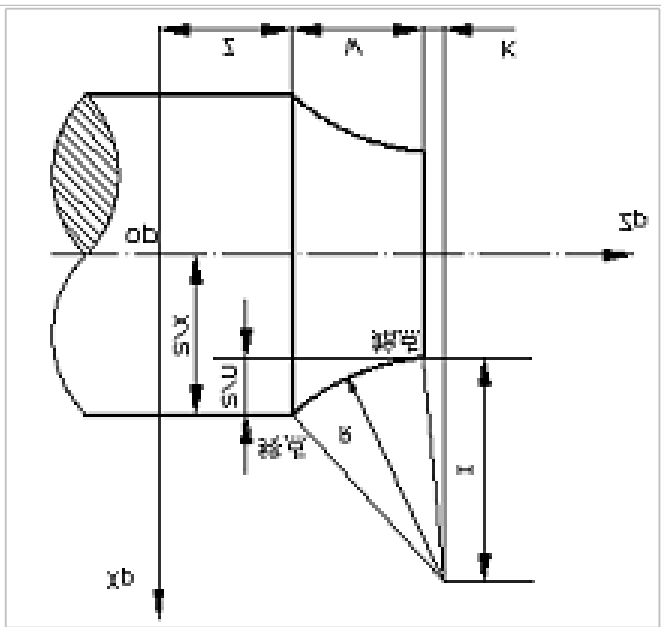

图4 圆弧绝对坐标,相对坐标
②如图4，采用绝对坐标编程，X、Z为圆弧终点坐标值；采用增量坐标编程，U、W为圆弧终点相对圆弧起点的坐标增量，R是圆弧半径，当圆弧所对圆心角为0°~180°时，R取正值；当圆心角为180°~360°时，R取负值。I、K为圆心在X、Z轴方向上相对圆弧起点的坐标增量（用半径值表示），I、K为零时可以省略。